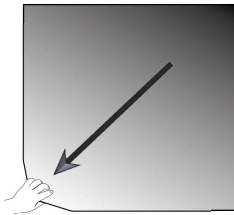

Abbildung 99: Haftmatte: Matte zum Entfernen anheben und wegziehen
1. Um die Haftmatte zu lösen, heben Sie sie an einer Seite an und ziehen sie langsam von der Plattform weg, wie in Abbildung 99 gezeigt.